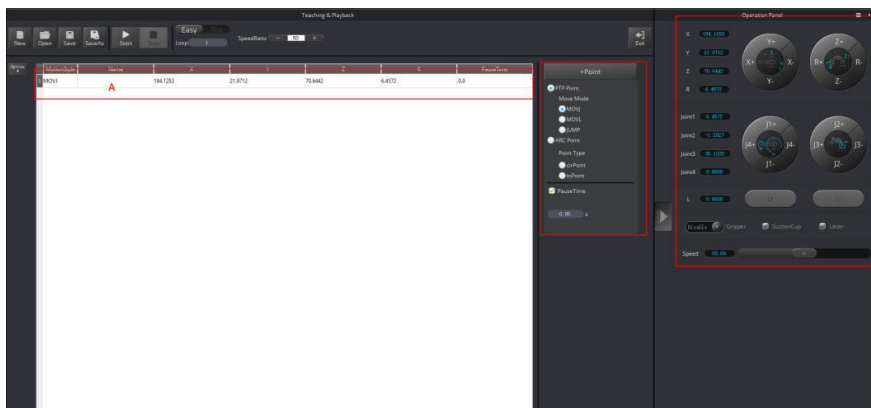

Figura 61: Salvar a posição inicial A
- 2.5. Clique em **+Point** para salvar a coordenada correspondente à posição A, como mostrado na Figura 61.